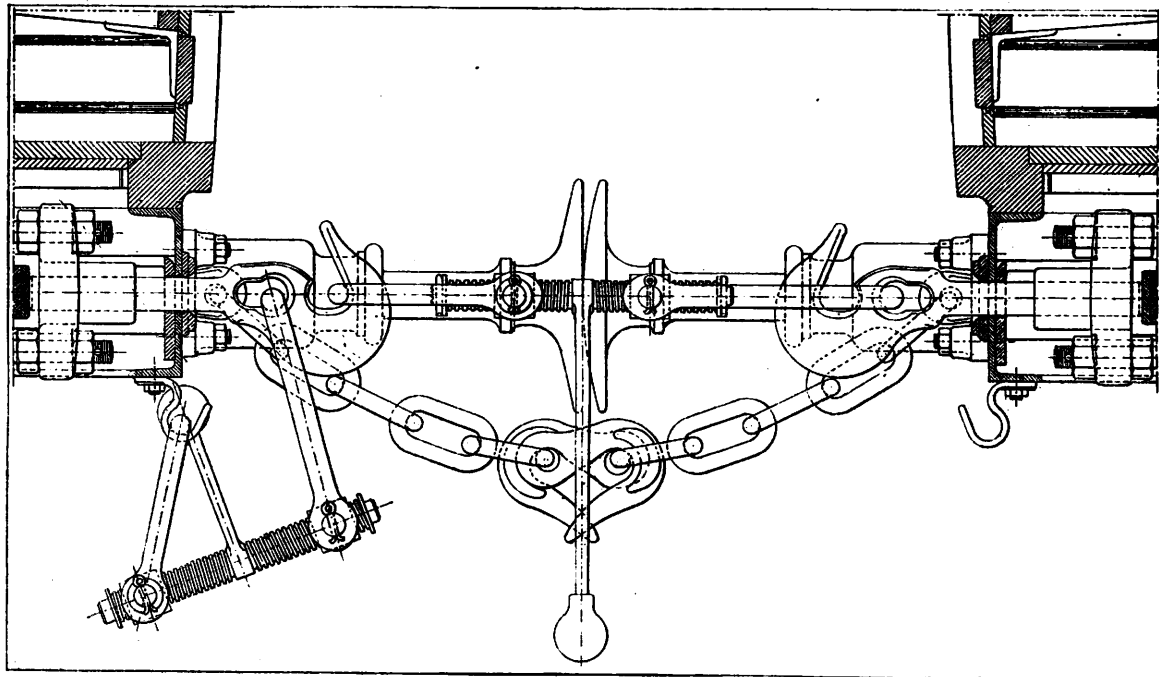

Fig. 262. — Attelage des véhicules.
**149. Attelage des tenders avec les trains.** — Les tenders portent à l'arrière la disposition usuelle d'attelage (fig. 262), composée d'un tendeur à vis, d'un crochet, de deux tampons et de deux chaînes de sûreté. Les mêmes pièces existent à l'avant de la locomotive.